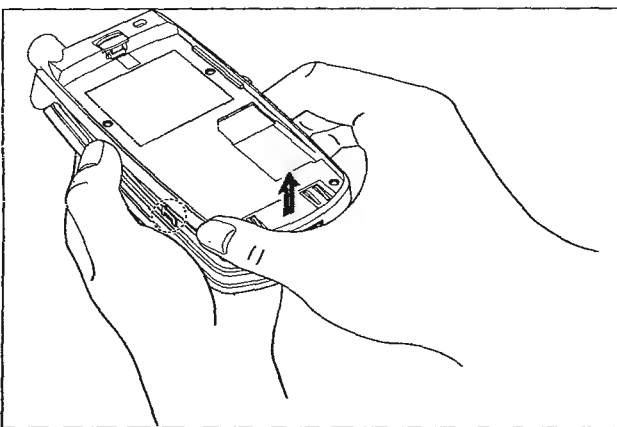

Рис. 2.6
- осторожно приподнимают заднюю крышку телефона со стороны системного соединителя (рис. 2.6);